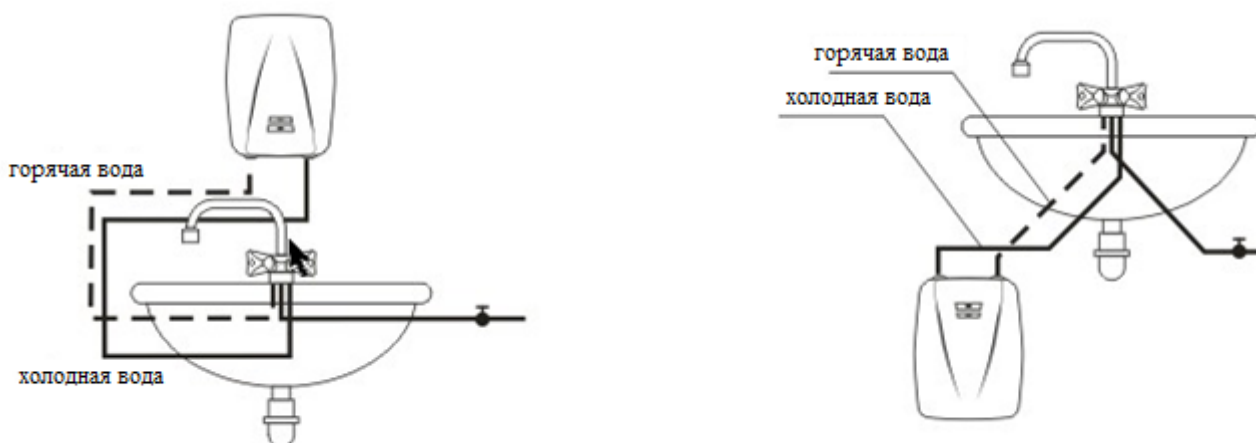

Рис.2 Схема подключения водонагревателей.
- Примерная схема подключения водонагревателя к водопроводной сети представлена на Рис.2.